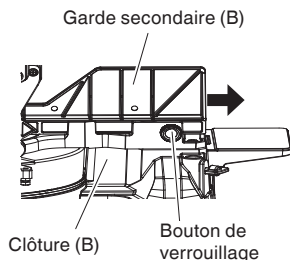

Fig. 12
Cet outil électrique est équipé d'une garde secondaire (B). Dans le cas d'une coupe à angle direct et d'une coupe en biseau à droite, utiliser la garde secondaire (B). On pourra ensuite exécuter une coupe stable du matériau avec une large face arrière. Pour une coupe en angle gauche, desserrer le bouton de verrouillage, puis faire glisser la garde secondaire (B) vers l'extérieur, comme illustré à la Fig. 12.